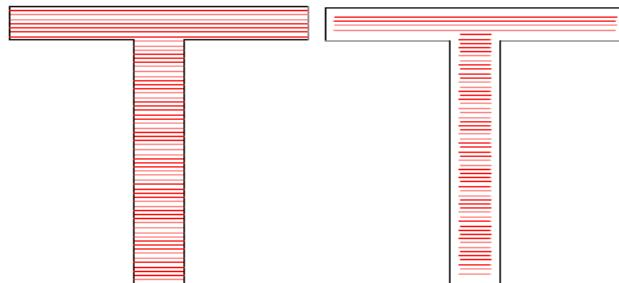

Рис. 3-7 Расстояние от края
**Edge offset:** Расстояние между линиями штриховки и контуром объекта (Рис. 3-7).